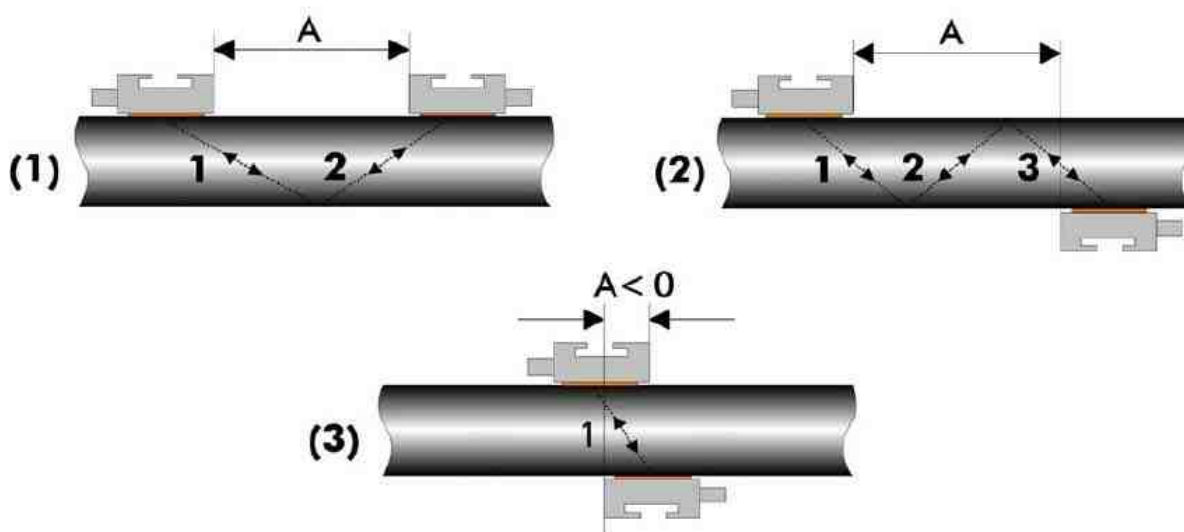

Рис. 10.1. Проходы при передаче звука и расстояние между датчиками A.
- В случае **нечетного** числа проходов (**диагональный режим**) датчики должны быть смонтированы на противоположных сторонах трубы. В случае **четного** числа проходов (**отражательный режим**) датчики должны быть смонтированы на одной стороне трубы (см. рис. 10.1).
После ввода числа проходов ПИР показывает, на каком расстоянии друг от друга должны быть установлены датчики (в данном случае 54 мм). Приведенное здесь расстояние измерено между внутренними торцами датчиков. Для труб очень малого диаметра возможна установка датчиков с отрицательным расстоянием между ними, как это показано на рис. 10.1.